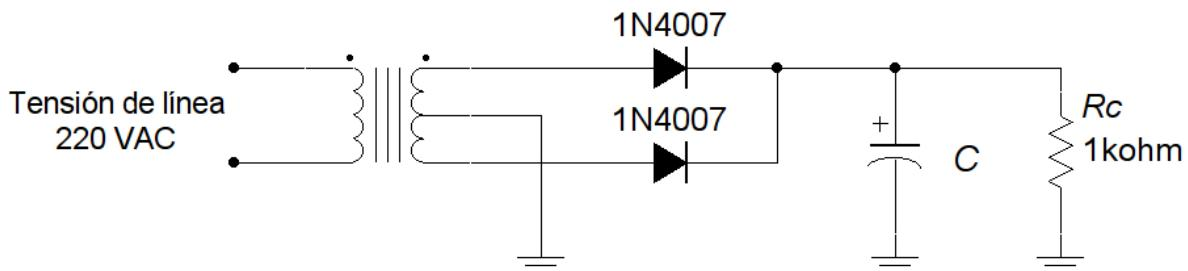

Figura 7: Rectificador de onda completa con filtro a capacitor.
- Para filtrar la señal de salida del circuito rectificador de onda completa armado en el punto anterior, conecte en paralelo a la resistencia de carga un capacitor electrolítico de $C = 100\mu F$ como muestra la Figura 7. Para evitar daños tenga presente que esta clase de capacitores posee polaridad.